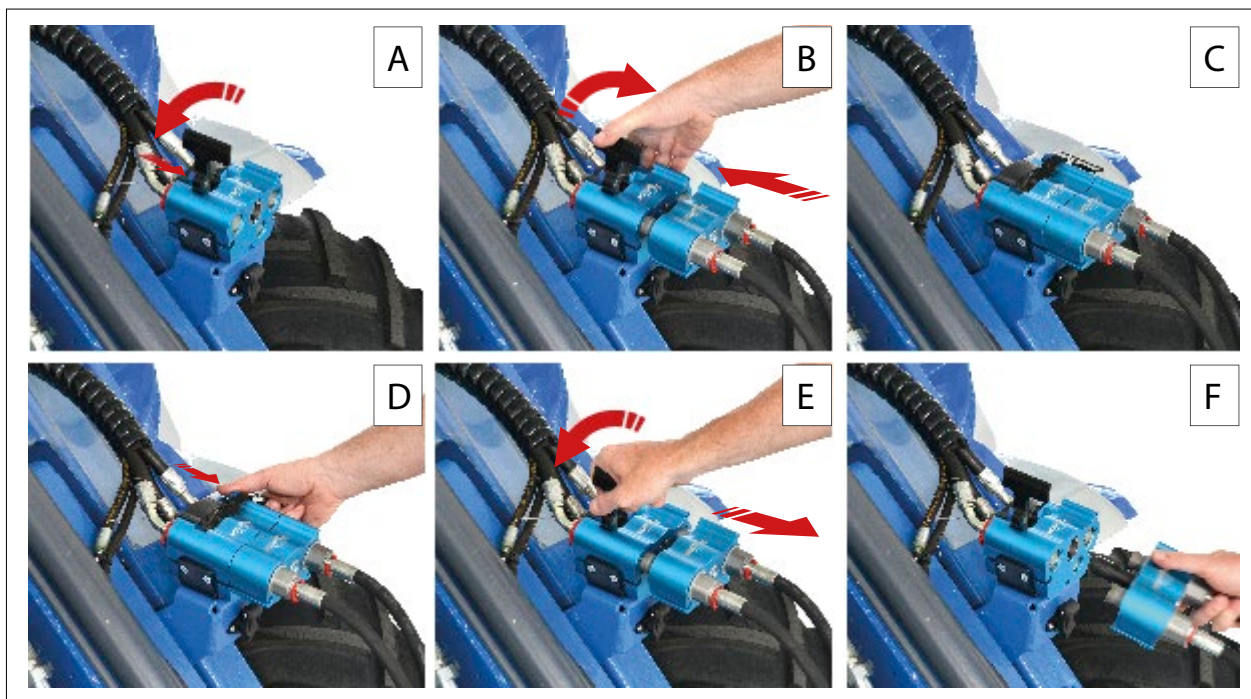

FIG. 33
2) Tryk på låseknappen (FIG. 32 - Ref. 2) på låsegrebet og løft låsehåndtaget (FIG. 32 - Ref. 3) til den ulåste position (FIG. 33 - Ref. A).
3) Skub adaptorpladen, som er forbundet til redskabets hydrauliske slanger, op til multi-stikket (FIG. 33 - Ref. B).
4) Træk låsegrebet (FIG. 33 - Ref. B) nedad og træk adaptorpladen ind i stikket (FIG. 33 - Ref. C).
- 1) Tryk på låseknappen (FIG. 33 - Ref. D) Tryk på låsegrebet og løft låsegrebet til den ulåste position (FIG. 33 - Ref. E).
- 2) Afbryd redskabets hydrauliske slanger fra maskinen (FIG. 33 - Ref. F).